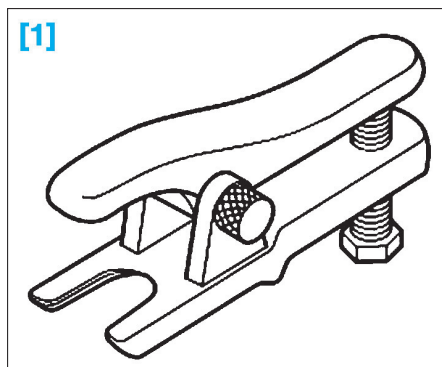

FIG. 45
- [1]. Extracteur de rotule Ref. 3287A (Fig.45).